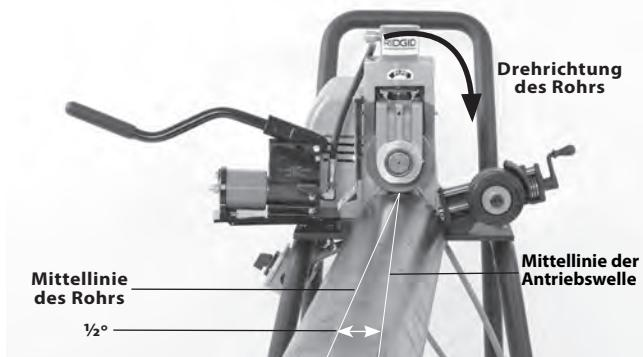

Abbildung 12 – Versetzen des Rohrs um 1/2°, (übertriebene Darstellung)
- Bringen Sie den Ein-/Ausschalter in die Stellung ON (Ein). Betätigen Sie den Fußschalter und geben Sie ihn wieder frei. Vergewissern Sie sich, dass sich die Nutrolle im Uhrzeigersinn dreht, wie am Aufkleber zur Rohrrotation am Nutgerät gezeigt. Siehe Abbildung 12. Lassen Sie das Gerät warten, falls sich die Nutrolle in die falsche Richtung dreht oder sich das Gerät nicht mit dem Fußschalter aus- und einschalten lässt.
- Versetzen Sie Rohr und Rohrständen etwa 1/2 Grad (etwa 1 Zoll auf 10 Fuß vom Rollnutgerät) zum Bediener hin. Die korrekte Ausrichtung des Rohrs und des Rollnutgeräts hilft, die richtige Nachführung des Rohrs während des Nutens sicherzustellen (*siehe Abbildung 12*). Dies ist der richtige Versatz für das Nuten und funktioniert mit dem Stabilisator.
- Erhöhen Sie etwas den Versatz des Rohrs (Erhöhung von $\frac{1}{2}$ Grad auf 1 Grad). *Siehe Abbildung 12.*